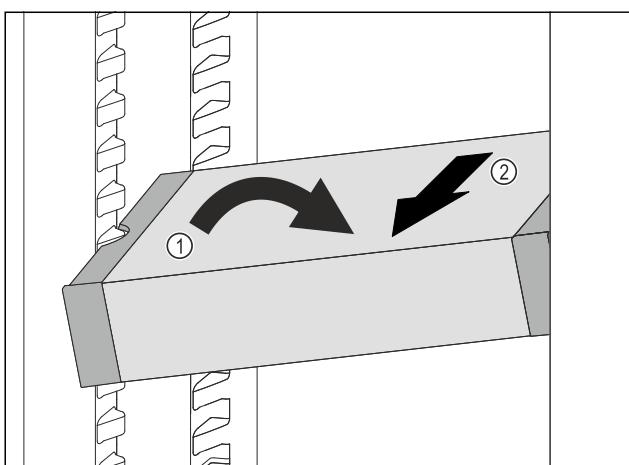

Fig. 122
- VarioSafe postavte v chladničke šikmo. Fig. 122 (1)
- VarioSafe vyberte dopredu. Fig. 122 (2)